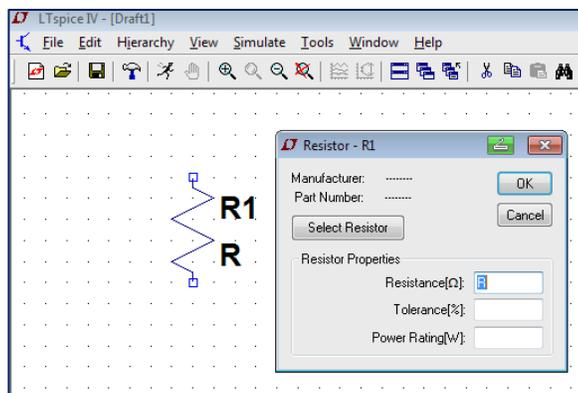

Figura 4
- 3- Seleccionar los componentes a utilizar. Resistores, capacitores, inductores y diodos se encuentran directamente utilizando el icono correspondiente. La Figura 4 muestra el caso de la selección de un resistor. Haciendo clic en el botón izquierdo del mouse sobre el dibujo del resistor se abre una ventana que permite establecer el valor de la resistencia, opcionalmente su tolerancia y potencia. El botón *Select Resistor* abre otra pantalla con acceso a la base de datos de resistores ya existentes con una tolerancia del 1% y una potencia de 0.1 W.